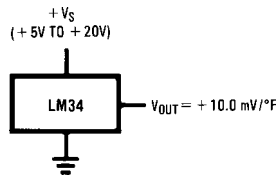
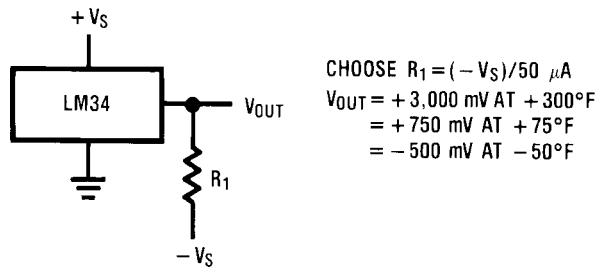

FIGURE 1. Basic Fahrenheit Temperature Sensor
FIGURE 2. Full-Range Fahrenheit Temperature Sensor
**Note 2:** 特記のない限り、これらの仕様は以下の条件で適用されます。LM34 および LM34A では - 50 °F  $T_j$  + 300 °F、LM34C および LM34CA では - 40 °F  $T_j$  + 230 °F、そして LM34D では + 32 °F  $T_j$  + 212 °F。テスト回路および条件は、Figure 2 の回路において  $V_S = + 5V_{DC}$ 、そして  $I_{LOAD} = 50 \mu A$ 、また LM34 および LM34A では 230 °F  $T_j$  300 °F の場合 + 6VDC です。また、これらの仕様は Figure 1 の回路では + 5 °F から  $T_{MAX}$  まで適用されます。
**Note 10:** 待機時消費電流は Figure 1 の回路で定義されています。
Quiescent Current vs. Temperature (In Circuit of Figure 1)
Quiescent Current vs. Temperature (In Circuit of Figure 2; - VS = - 5V, R1 = 100k)